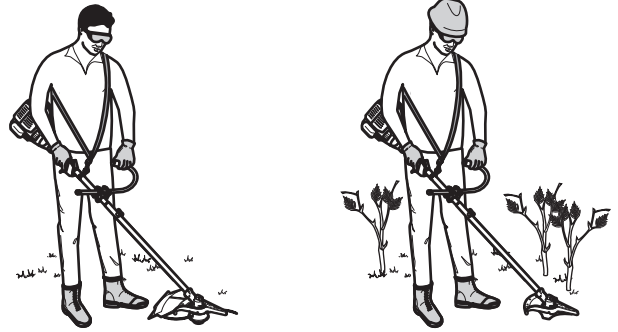

Fig. 22
- Párese en la posición de arranque (Fig. 22). Párese derecho. No se incline sobre el aparato.